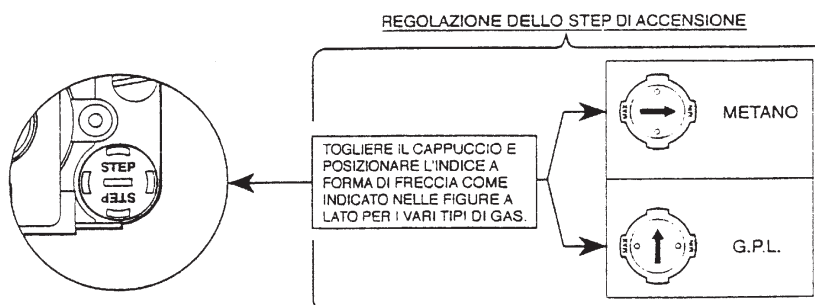

fig. 6
- 2 Togliere dalla valvola gas il piccolo cappuccio di protezione 3 (fig. 6). Con un piccolo cacciavite regolare lo "STEP" d'accensione per il gas desiderato (G20-G25 oppure G30-G31); rimettere quindi il cappuccio.